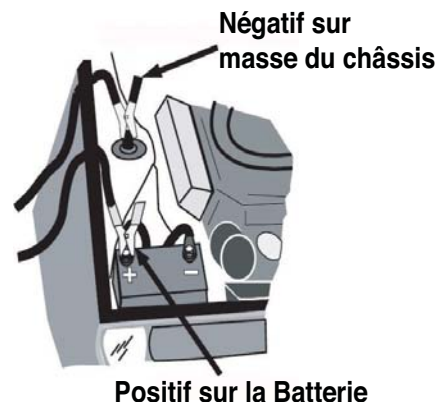

Figure B.3. Masse Négative
- a. **Véhicules à masse négative** (type le plus courant, voir la Figure B.3).